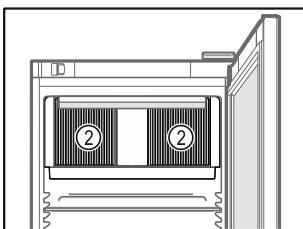

Fig. 53
- Oslobodite ventilacijske proreze Fig. 53 (2) za ventilator optočnog zraka u unutrašnjosti.